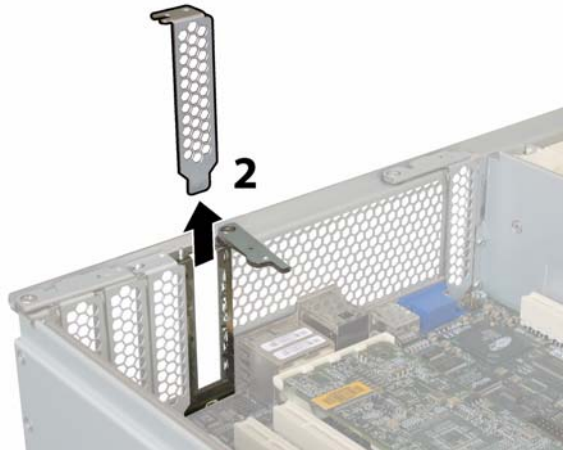

ABBILDUNG 4-55 Entfernen einer PCI-Kartensteckplatzblende
6. Wenn keine PCI-Karte in den Steckplatz eingesetzt ist, entfernen Sie die PCI-Kartensteckplatzblende aus der Gehäuserückwand. Siehe **ABBILDUNG 4-55**.